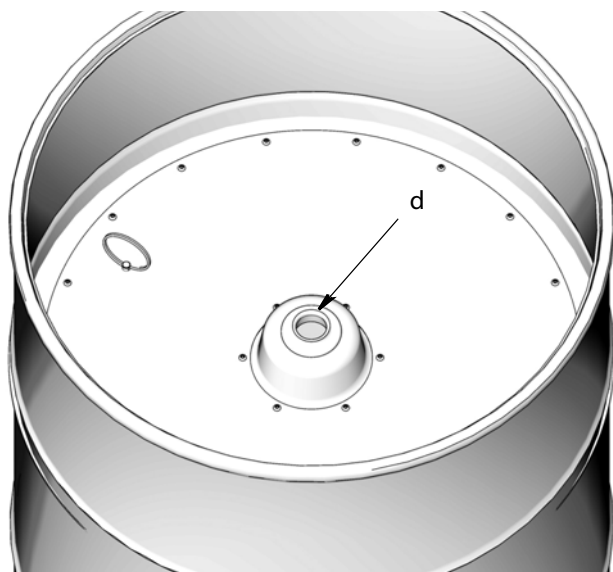

Рис. 8
6. Поместите упорную пластину на поверхность свежей консистентной смазки (Рис. 8). Удалите воздух. Для этого нажимайте на упорную пластину до тех пор, пока поверхность смазки не окажется на одном уровне с отверстием посередине упорной пластины (d).